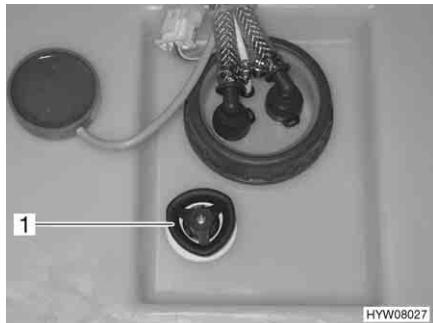

Fig. 159 Serbatoio dell'acqua con maniglia girevole
- Sul serbatoio dell'acqua ruotare la maniglia girevole (Fig. 159,1) in senso antiorario, oltre la resistenza verso l'esterno fino all'arresto, per aprire completamente l'apertura di scarico.